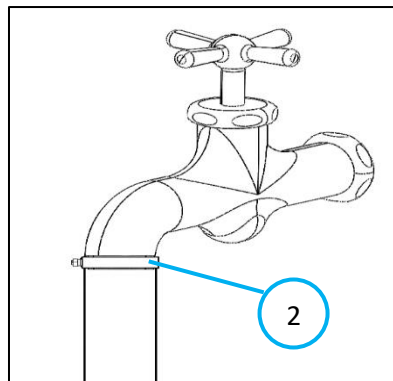

Fig. 3
2. Bevestig de slanginlaat aan een kraan door het rubberen uiteinde op de kraan te duwen en de slangklem aan te draaien (Fig. 3).